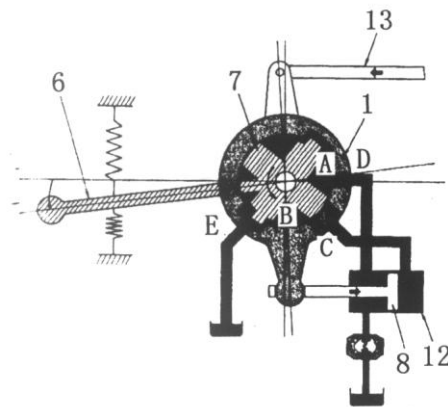

Рис. 5-68.
При опускании рычага управления (6) сердцевина клапана (7) поворачивается против часовой стрелки (см. рис. 5-68). При этом открывается канал между точками В и С. Напор масла подается на головку цилиндра (12), приводя в движение поршень (8) и втулку (1) против часовой стрелки, и тяга (13) смещает вал клапана изменения направления на определенное расстояние. В результате поворота втулки (1) канал между точками В и С закрывается, и движение поршня (8) прекращается. При продолжении нажатия рычага (6) движение продолжается.